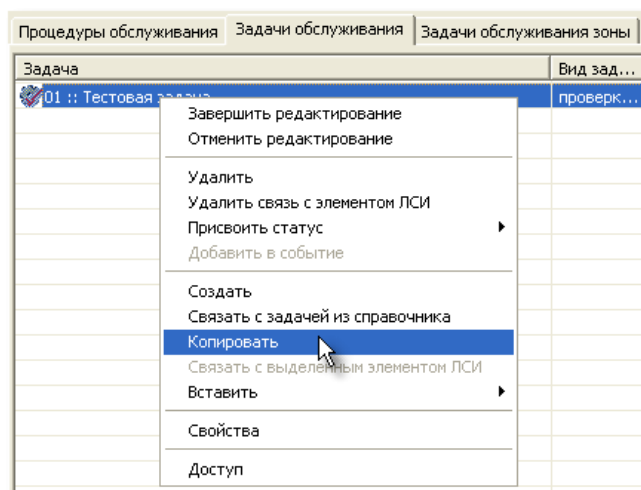
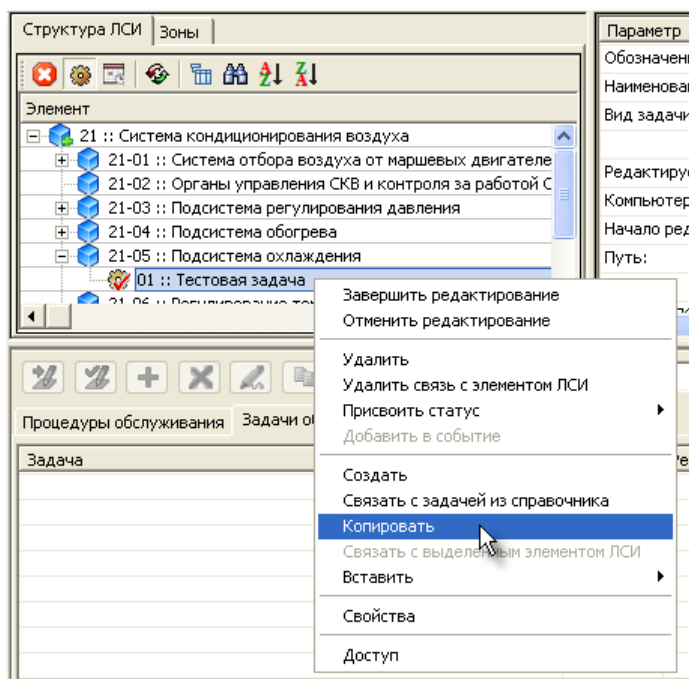

Рис. 2-54
Рис. 2-55
1. Выделите задачу, которую нужно скопировать, и в контекстном меню выберите пункт **Копировать** (рис. 2-54 или рис. 2-55).